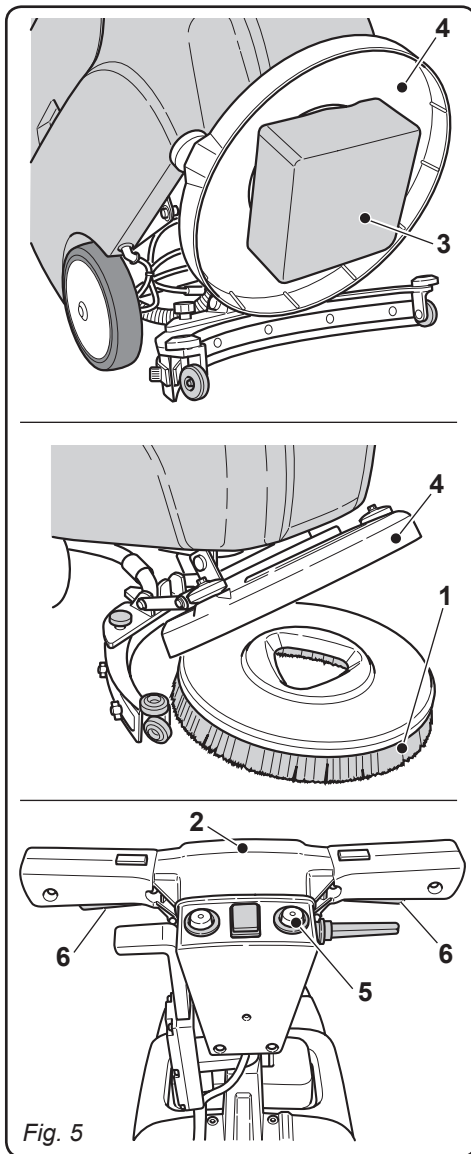

Fig. 5
3.1.d - Montaggio spazzola (Fig. 5)
- Posizionare la spazzola (1) a terra.
- Sollevare anteriormente la macchina facendo leva sul maniglione (2) e rimuovere l'appoggio di polistirolo (3).
- Posizionare la flangia (4) sopra la spazzola (1).
- Premere il pulsante (5) su "I", quindi premere le leve (6) avviando la rotazione della spazzola fino a sentire il "CLIC" di aggancio della spazzola, quindi rilasciare le leve (6) e premere il pulsante (5) su "0".